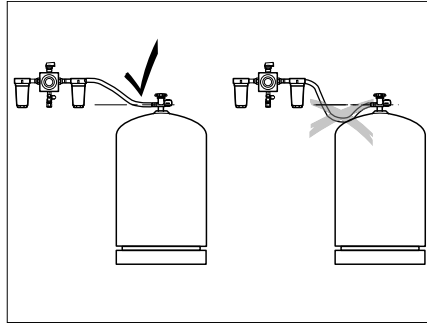

Bild 87 Verlegen der Hochdruckschläuche
- ▷ Beim Verlegen der Hochdruckschläuche darauf achten, dass die Schläuche stetig steigen (Bild 87).